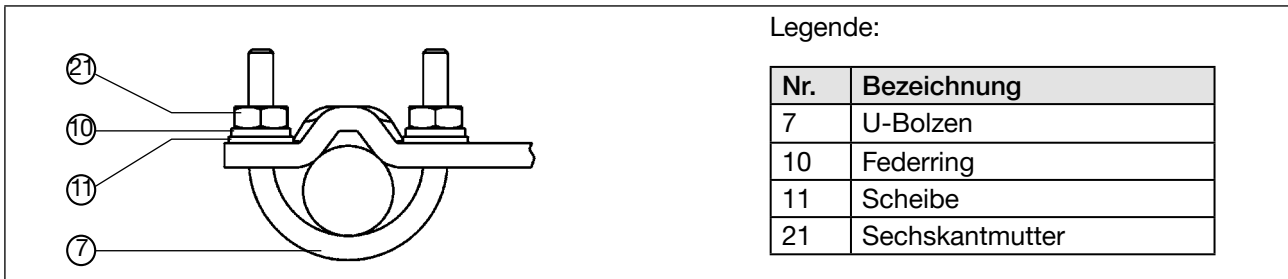

Abb. 17: Positioner mit Anbauwinkel befestigen; bei Antrieben mit Säulenjoch
→ Anbauwinkel mit den U-Bolzen ⑦, Scheiben ⑪, Federringen ⑩ und Sechskantmutter am Säulenjoch ② befestigen (siehe „Abb. 17“).